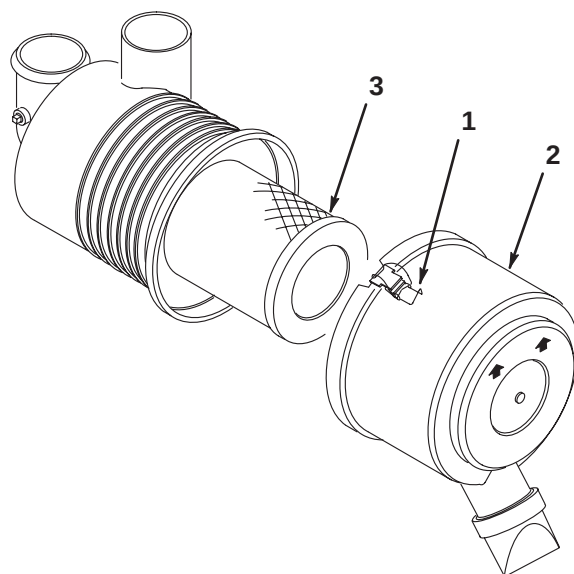

図 46
1. ラッチを外し、カバーとボディーを分離し（図46）、カバー内部を清掃する。
2. フィルタを静かに引き出す。フィルタをボディーに打ちつけるとごみが落ちるのでぶつけないように注意する（図46）。